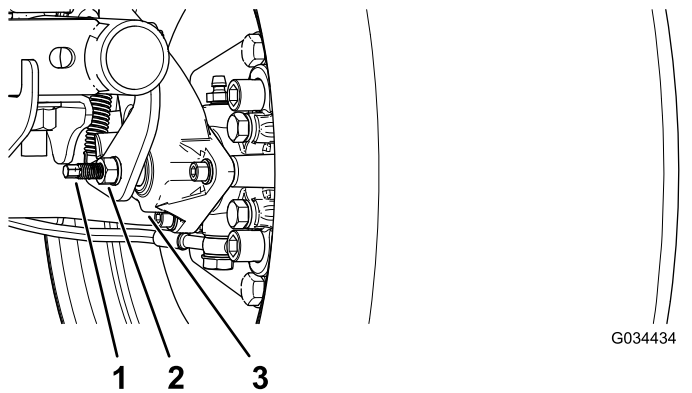

Figura 50
3. Utilizzando 2 chiavi, mantenete fermo il montante di regolazione sulla pinza con una chiave e allentate il controdado di 1/4 di giro con l'altra chiave (Figura 50).
4. Tenendo fermo il montante di regolazione e il controdado, girate il montante di regolazione per serrarlo (Figura 50).
5. Tenendo fermo il montante di regolazione e il controdado, allentate di 1/4 di giro (Figura 50).
6. Tenendo fermo il montante di regolazione e il controdado, serrate il controdado (Figura 50).